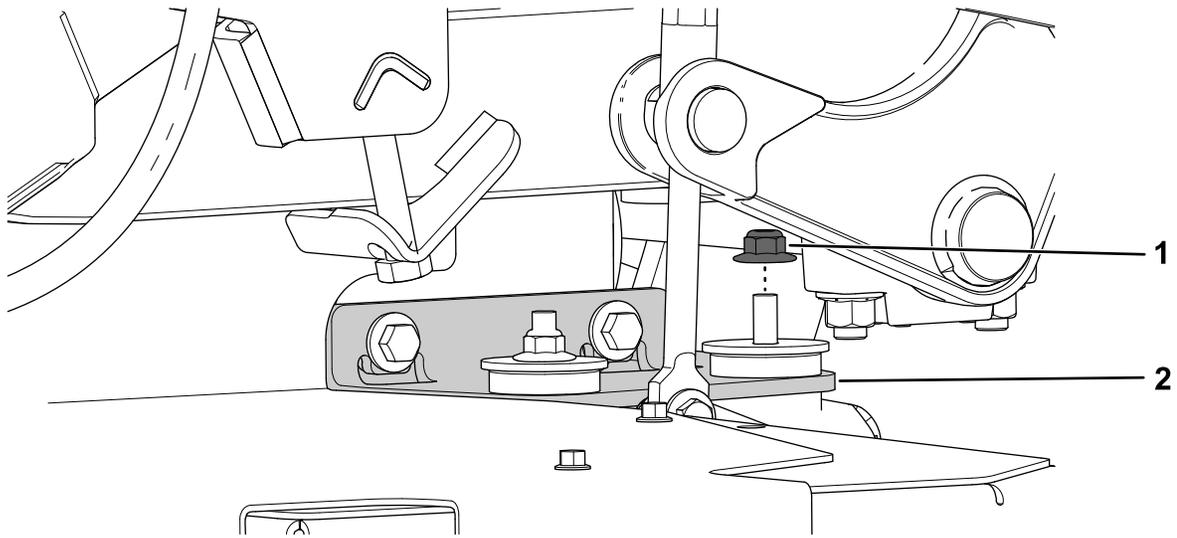
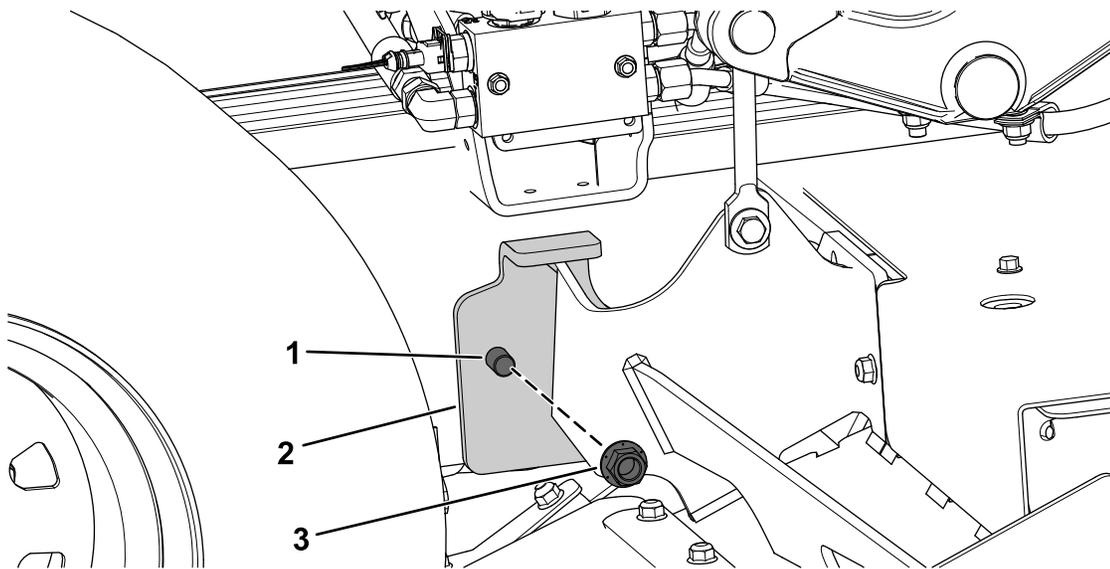

Figura 16
Figura 17
5. Rimuovete il dado flangiato anteriore destro ($\frac{3}{8}$ ") dal supporto del cambio e il bullone a testa esagonale ($\frac{1}{2}$ " x $2\frac{1}{2}$ "), la rondella e il dado di bloccaggio ($\frac{1}{2}$ ") da ogni montante del piatto di taglio del tosaerba (Figura 16 e Figura 17).